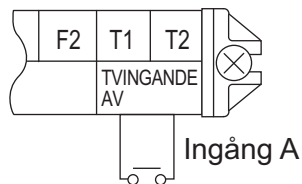

Bild 30
### (1) Kabelspecifikationer och hur kabeldragning ska göras (se bild 30)